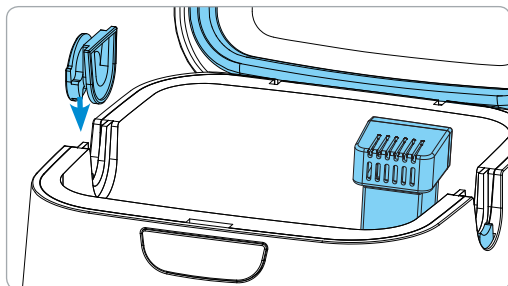

Figure 6. Installation du bouchon amovible d'emplacement pour tuyau
2. Installez le bouchon amovible d'emplacement pour tuyau dans un emplacement ouvert (voir figure 6).
Orientez le bouchon amovible d'emplacement pour tuyau comme indiqué sur la figure 6. La face bombée du bouchon amovible d'emplacement pour tuyau doit être tournée vers l'extérieur du SoClean 2.